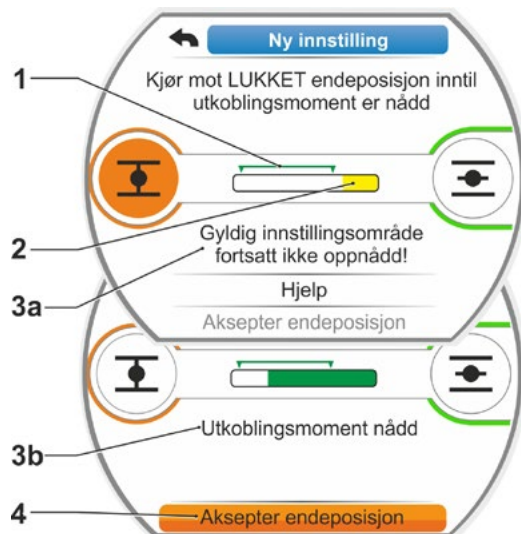

Fig. 12: Kjør mot LUKKET endeposisjon ved momentavhengig utkobling
- b) Sett valgmarkeringen på „Aksepter endeposisjoner” (fig. 12, pos. 4).
Displayet informerer om hvorvidt det gyldige innstillingsområdet (fig. 12, pos. 1) er nådd (3b) eller ikke (3a), og statuslinjen (2) skifter eventuelt farge fra gul til grønn. Hvis utkoblingsmomentet er nådd, vises meldingen „Utkoblingsmoment nådd” (3b) og menypunktet „Aksepter endeposisjon” er aktivt (fig. 12, pos. 4).